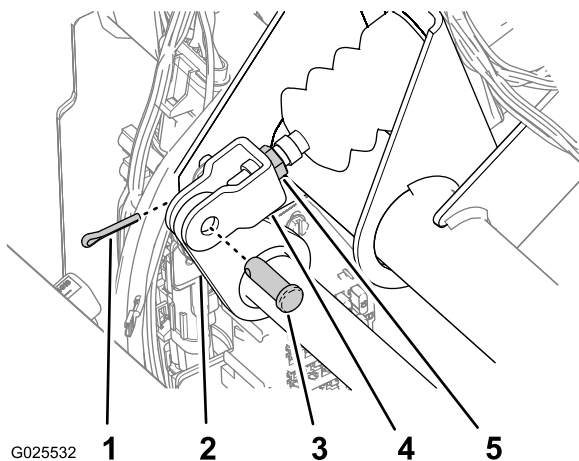

Figure 76
2. Retirez la goupille fendue et l'axe de chape qui fixent la chape du maître-cylindre au pivot de la pédale de frein (Figure 76).
7. Serrez l'écrou de blocage qui fixe la chape à l'arbre du maître-cylindre (Figure 76).
4. Desserrez les écrous de blocage qui fixent la chape à l'arbre du maître-cylindre (Figure 76).
5. Réglez la chape jusqu'à ce que les trous soient alignés sur celui du pivot de la pédale de frein (Figure 76).
6. Fixez la chape au pivot de la pédale au moyen de l'axe de chape et de la goupille fendue (Figure 76).